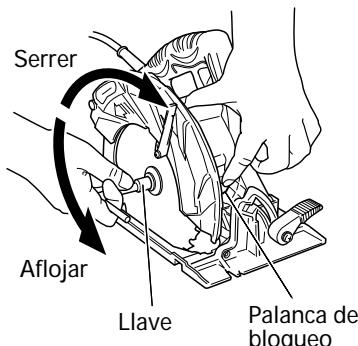

Fig. 15
(1) Ajuste el volumen de corte al máximo, y coloque la sierra circular como se muestra en la Fig.15.